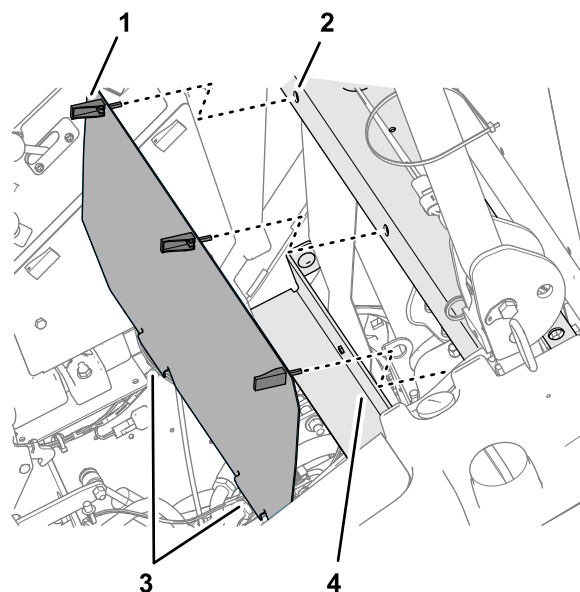

Figura 22
1. Allineate le 2 alette nella parte inferiore del pannello posteriore alla flangia del supporto del sedile (Figura 22).
2. Allineate i fermi del pannello posteriore ai fermi nel canale trasversale (Figura 22).
3. Fissate il pannello al canale con i 3 fermi (Figura 22).